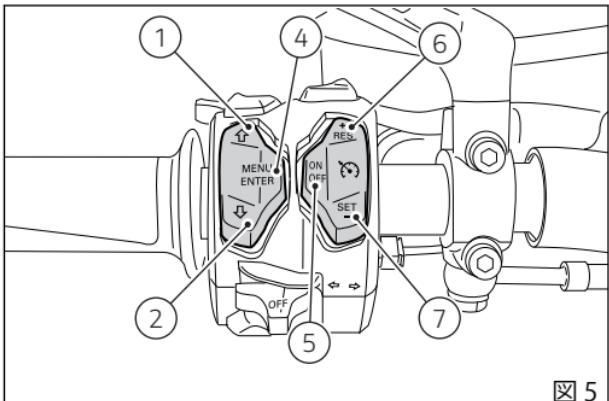

図 5
6) クルーズコントロールボタン RES (レジューム) / + (増速) (図 5)
7) クルーズコントロールボタン SET (設定) / + (減速) (図 5)